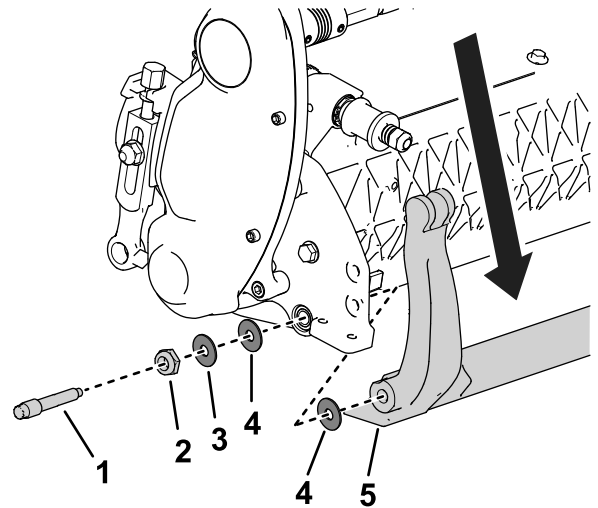

Figura 20
3. Su ciascun lato della macchina, allentate il dado di bloccaggio come illustrato nella Figura 20.
4. Togliete ciascun bullone della barra di appoggio consentendo alla barra di appoggio di essere tirata verso il basso e rimossa dall'apparato di taglio (Figura 20).
Nota: Considerate 2 rondelle in nylon e 1 rondella in acciaio su ciascun lato della barra di appoggio (Figura 20).
3. Collocate una rondella in nylon su ciascun lato della flangia di estremità della piastra laterale. Posizionate una rondella in acciaio all'esterno di ciascuna rondella in nylon (Figura 20).